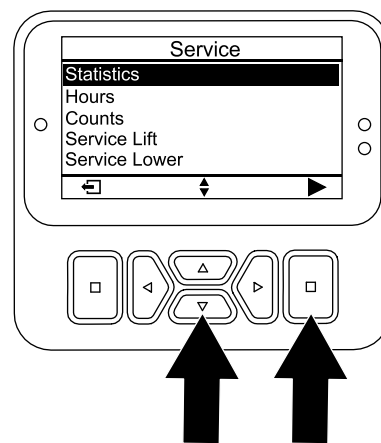

Figura 96
5. En la pantalla MANTENIMIENTO, pulse el botón Abajo hasta que quede seleccionada la opción STATISTICS (Estadísticas), y pulse el botón Seleccionar (Figura 96).